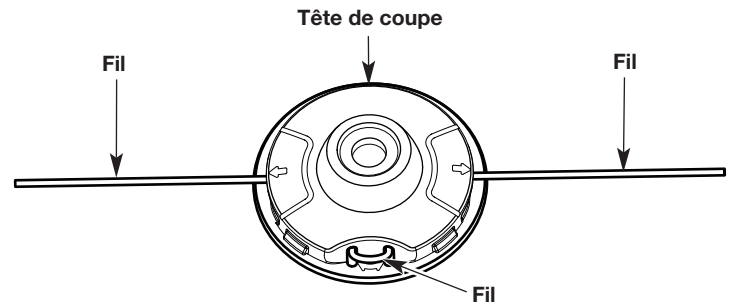

Fig. 9
4. Tirer sur les extrémités du fil jusqu'à ce qu'il soit bien serré contre la tête de coupe. S'assurer les extrémités du fil soient de longueur égale (Fig. 9). Si une extrémité est plus longue que l'autre, pousser l'extrémité arrière à mi-course à travers la tête de coupe et tirer sur la partie courte. Si nécessaire, répéter cette opération jusqu'à ce que les deux extrémités soient de longueur égale.
5. Appuyer sur le fil de coupe exposé entre les orifices circulaires jusqu'à ce qu'il repose à plat contre la tête de coupe (Fig. 9).